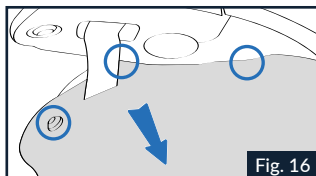

Fig. 16
1.2 Den vorderen Teil der linken Wangenpolsterung in das Helminnere ziehen, um die drei Knöpfe auf deren Rückseite zu öffnen (Abb. 16).
6.2 Den Kinnriemen in die entsprechende Führung an der Wangenpolsterung einsetzen und an den hinteren Befestigungsknöpfen an der Rückseite andrücken, um sie an den vorgesehenen Stellen an der Polystyrol-Wangenpolsterung zu befestigen (Abb. 16).